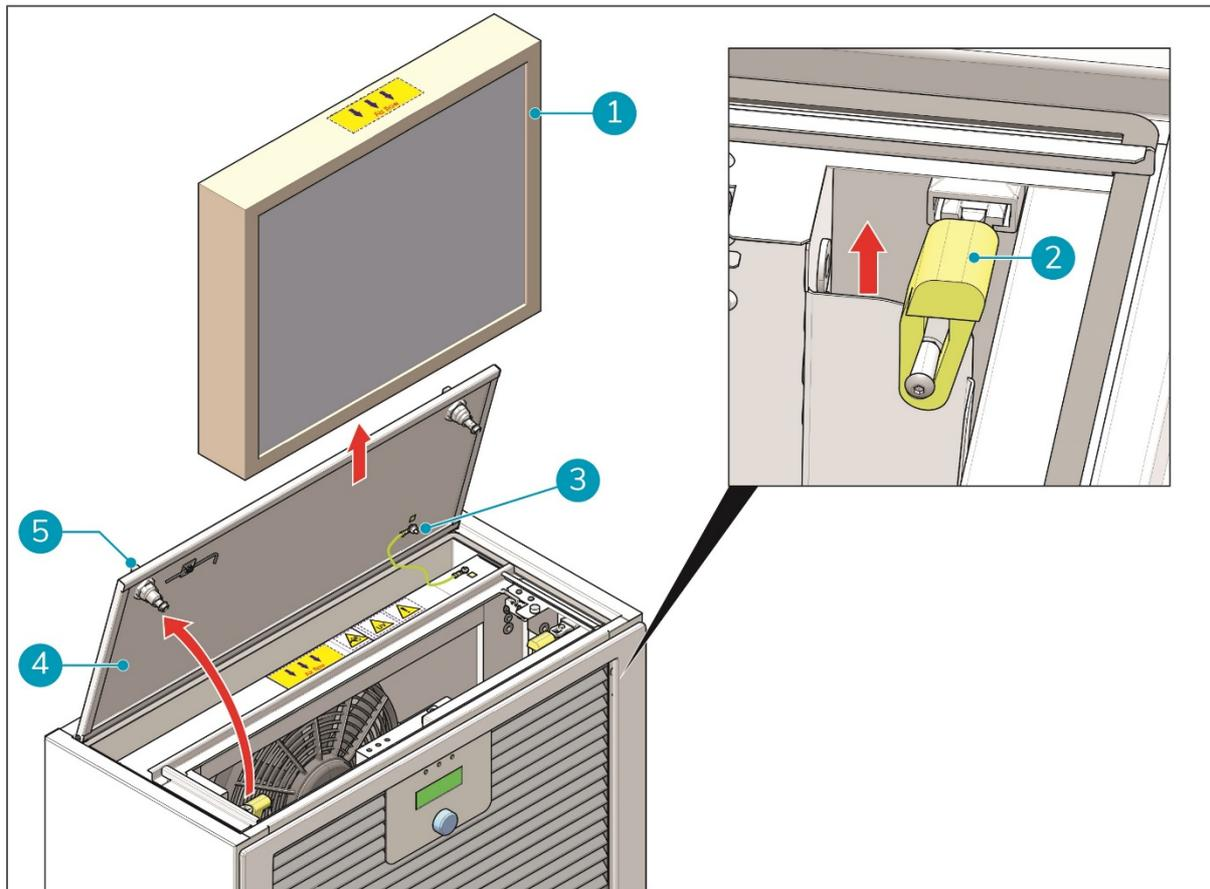

Figure 20
1. Tournez les deux boutons (Figure 20, pos. 5) du panneau du compartiment du filtre HEPA principal (Figure 20, pos. 4) dans le sens antihoraire jusqu'à ce que le panneau puisse être ouvert.
REMARQUE : un fil de terre (Figure 20, pos. 3) est relié au panneau du compartiment et à l'unité principale i-air Pro. **NE le débranchez PAS.**
3. Soulevez les deux leviers de verrouillage jaunes (Figure 20, pos. 2) pour libérer le filtre.
4. Retirez délicatement le filtre (Figure 20, pos. 1) du compartiment.